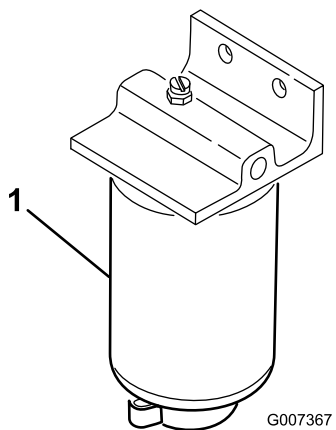

Bild 51
Entfernen Sie täglich Wasser und andere Fremdstoffe aus dem Wasserabscheider (Bild 51). Wechseln Sie die Filterglocke alle 400 Betriebsstunden aus.
2. Lösen Sie die Ablassschraube an der Unterseite der Filterglocke (Bild 51).